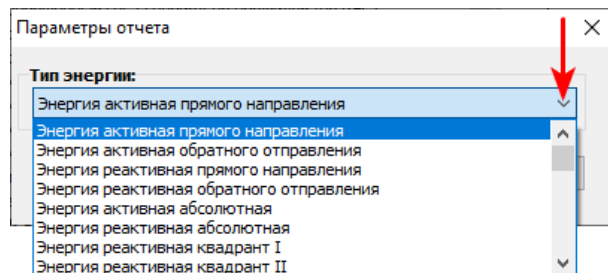

Рисунок 148 – Дата последних показаний и профилей – Параметры отчета
- **Дата последних показаний и профилей** – позволяет сформировать отчет, который показывает дату последних показаний на начало суток (на 00:00), дату и время последних профилей (30 минут), с указанием заводского номера и модели устройства, а также наименования и адреса абонента. Также в отчете содержится информация об объекте учета. Данные формируются по выбранному типу энергии (см. рисунок 148).